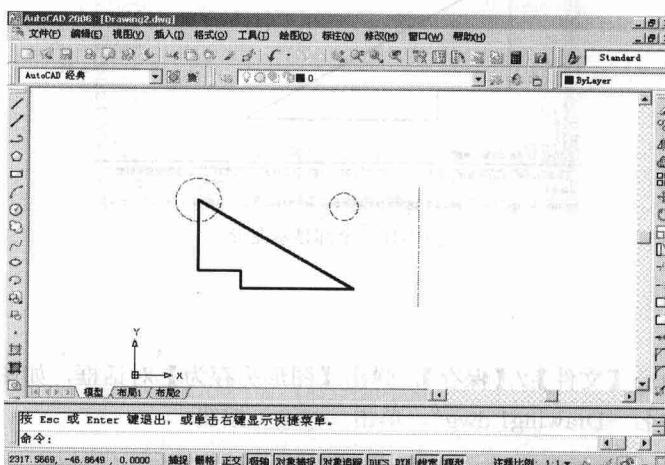

图 1-13 缩小图形
- (1) 单击【标准】工具栏上的 按钮, 鼠标指针变成手的形状 。按住鼠标左键并向右拖动鼠标指针, 直至图形不可见为止, 按 Esc 键或 Enter 键退出。
- (2) 单击【标准】工具栏上的 按钮, 图形又显示在窗口中。
- (3) 单击【标准】工具栏上的 按钮, 鼠标指针变成放大镜形状 , 此时按住鼠标左键并向下拖动鼠标指针, 图形缩小, 如图 1-13 所示。按 Esc 键或 Enter 键退出。
(2) 单击【标准】工具栏上的 Z 按钮，显示上一次的视图，结果如图 1-13 所示。